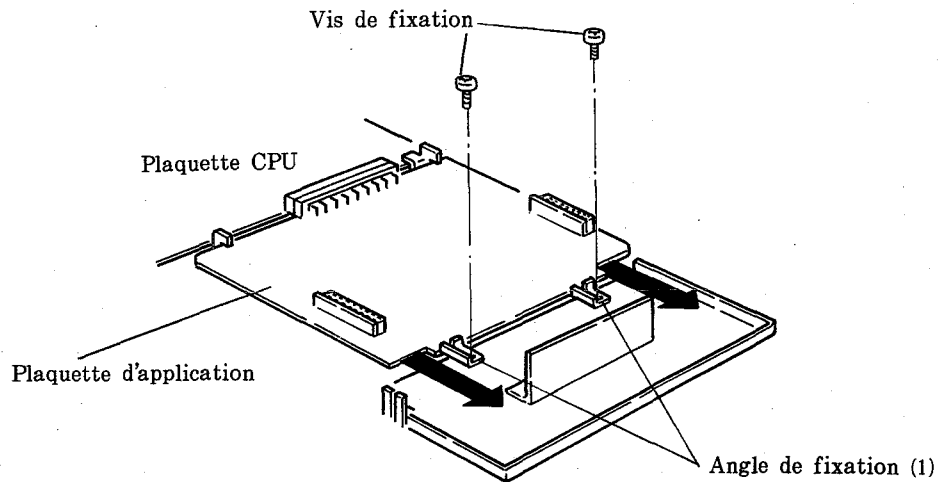

Fig. 4
c) Retirer les vis de fixation (2) de la plaquette d'application. (Voir la Fig. 4 ci-dessus.)
d) Tirer l'angle de fixation de la plaquette d'application dans la direction des flèches pour déconnecter la plaquette d'application de la plaquette CPU (unité centrale de traitement). Puis, soulever l'angle de fixation (1) pour retirer la plaquette d'application. (Voir la Fig. 4 ci-dessus.)
- (4) Vérifier ou régler de la manière suivante les commutateurs situés sur la plaquette de mémorisation supplémentaire qui doit être raccordée.